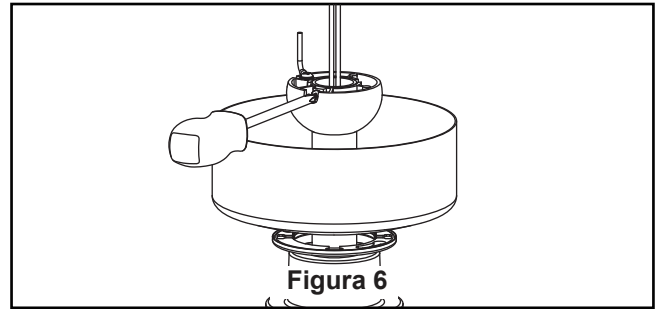

Figura 6
6. Vuelva a colocar la semiesfera en el barral como se indica a continuación. Pase los cables de marrón, azul, rojo, gris, amarillo y cable de soporte para techo a través de la semiesfera. Pase el pasador a través de los dos orificios en el barral y alinee la semiesfera de modo que el pasador quede atrapado en la ranura de la parte superior de la misma. Empuje la semiesfera hacia arriba, bien ajustada contra el pasador. Ajuste firmemente el tornillo de fijación en la semiesfera. Si el tornillo de fijación está flojo, podría provocar oscilación del ventilador. (Figura 6)
5. El receptor tiene una antena Wifi que puede utilizarse si sufre problemas de rango. (Figura 6)